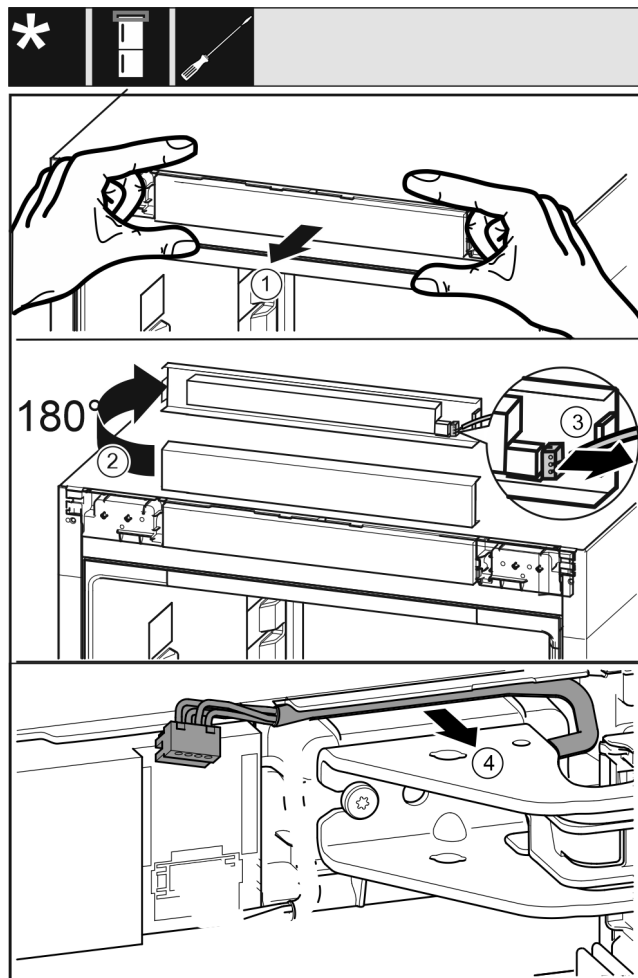

Fig. 6
- ▶ Løsn apparatets betjeningsafdækning forsigtigt fremefter. Fig. 6 (1)
- ▶ Drej betjeningsafdækningen 180° op. Fig. 6 (2)
- ▶ Tryk låsetapperne forsigtigt bagud, og træk stikket forsigtigt ud. Fig. 6 (3)
- ▶ Løsn forsigtigt kabelforbindelsen fra føringen over hængselkonsollen. Fig. 6 (4)